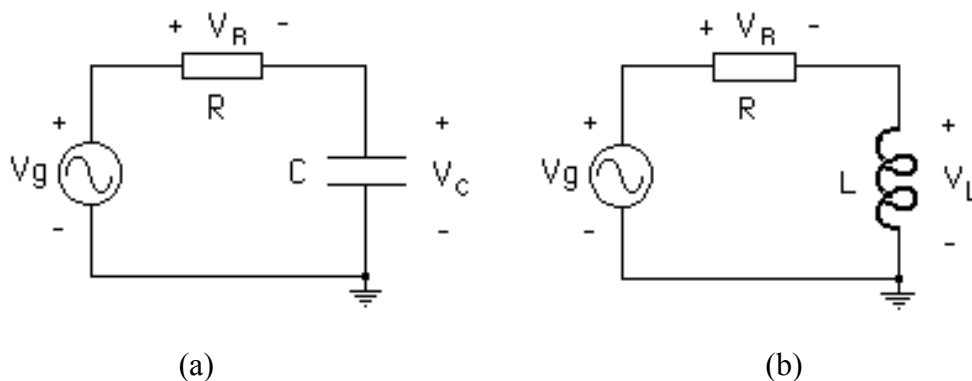

Figura 2.2.- Circuitos RC y RL
- 20.- El siguiente paso es realizar el análisis **AC Sweep** de los circuitos mostrados en la Figuras 2.2.a y 2.2.b, empleando los valores indicados por su profesor tanto para los componentes como para la magnitud y el rango de frecuencia de las fuentes. En el análisis AC Sweep el programa aplica a la entrada del circuito una fuente sinusoidal, identificada como fuente AC, cuya amplitud la fija el usuario (por ejemplo 1V), y cuya frecuencia varía entre los límites de frecuencia que el usuario indique para la gráfica de salida. La idea es tener en una sola gráfica el comportamiento del circuito para todo el rango de frecuencias. Esto es lo que se llama la **respuesta en frecuencia** de un circuito, a partir de la cual se define el ancho de banda. Debido a la respuesta que presenta para distintas frecuencias, el circuito de la Figura 2.2.a se dice que es un **filtro pasa-bajo pasivo de primer orden**, ya que a frecuencias muy bajas, el voltaje de salida V_c es similar a V_g , mientras que al aumentar la frecuencia, el voltaje de salida V_c tiende a cero. Por otra parte, el circuito de la Figura 2.2.b se dice que es un **filtro pasa-alto pasivo de primer orden**, ya que a frecuencias muy bajas, el voltaje de salida V_L es prácticamente cero, mientras que al aumentar la frecuencia, el voltaje de salida V_L tiende a V_g . Observe la **caja de diálogo** que se abre cuando se selecciona **AC Sweep**. Como se quiere la respuesta en frecuencia para un rango muy amplio de valores (de 100 Hz a 1 MHz), debe seleccionarse el modo de presentación **década**, además de definir **la frecuencia inicial** (100 Hz) y **la frecuencia final** (1 MHz o 1000kHz) para el análisis que se va a realizar. Una vez definidos los parámetros adecuados, corra las simulaciones para cada uno de los circuitos. Las gráficas obtenidas, correspondientes a los voltajes V_c y V_L en función de la frecuencia respectivamente, se deben pasar a un programa de dibujo y guardarlas.
- c) Los valores de voltaje pico sobre la resistencia $V_{Rp} = R V_p / (R^2 + (1/2\pi f C)^2)^{1/2}$, el voltaje pico sobre el condensador $V_{Cp} = (1/2\pi f C) V_p / (R^2 + (1/2\pi f C)^2)^{1/2}$ y el valor de la frecuencia de corte del filtro pasa bajo RC ($2\pi f_c = 1/RC$) presentado en la figura 2.2.a.
- d) Los valores de voltaje pico sobre la resistencia $V_{Rp} = R V_p / (R^2 + (2\pi f L)^2)^{1/2}$, el voltaje pico sobre la inductancia $V_{Lp} = 2\pi f L V_p / (R^2 + (2\pi f L)^2)^{1/2}$ y el valor de la frecuencia de corte del filtro alto RL ($2\pi f_c = R/L$) presentado en la figura 2.2.b.